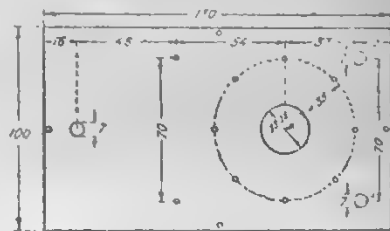

Рис. 2. Панель для закрепления механизма.
1) Панель (рис. 2—4), из листа немагнитного материала (алюминия, цинка, латуни), толщиной в 3—5 мм, или, за неимением металла — эбонит, дюралит, дубовая доска толщиной 6—8 мм.
Эта деталь, как видно из прилагаемых чертежей, служит фундаментом для всего механизма. Желательно изготовить ее из металла (латунь, алюминий и т. п. немагнитных материалов), чтобы обеспечить прочность всей системы; толщина 3—5 мм будет достаточной для этого, а также для того, чтобы не возникли собственные резонансные колебания, влияющие на чистоту передачи. В случае магнита от индуктора 90×60 мм или покупного магнита для Божко, размеры панели указываются на рис. 2. При другом магните ее размеры могут изменяться, может измениться также и разметка отверстий для закрепления магнита и регулировочного винта. Но при всяком магните неизменными останутся отверстия для закрепления мембраны и расстояния в 54 мм между центром мембраны и отверстиями для закрепления бруска 4.